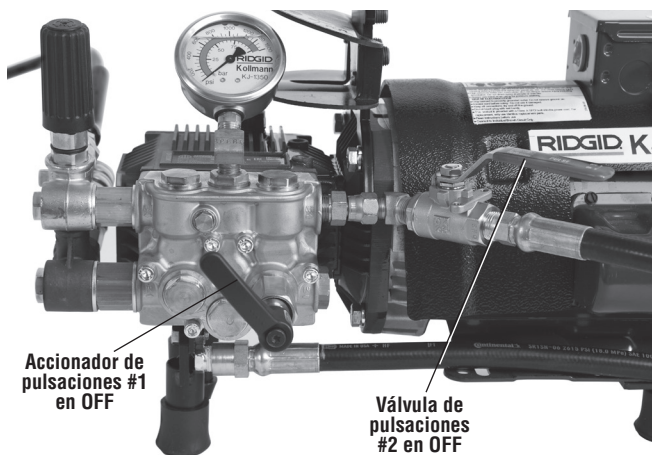

Figura 5 – Accionador de pulsaciones y válvula de pulsaciones en OFF
¡NOTA! La limpiadora KJ-1350 y la limpiadora KJ-1750 tienen accionadores de pulsaciones. La KJ-1350-2 y la KJ-1750 tienen una válvula de pulsaciones adicional (Figura 5). El accionador de pulsaciones y la válvula amortiguadora deben estar en posición OFF antes de poner la limpiadora en marcha (ON). Para lograr una presión máxima, ambos controles de pulsaciones deben estar en OFF.